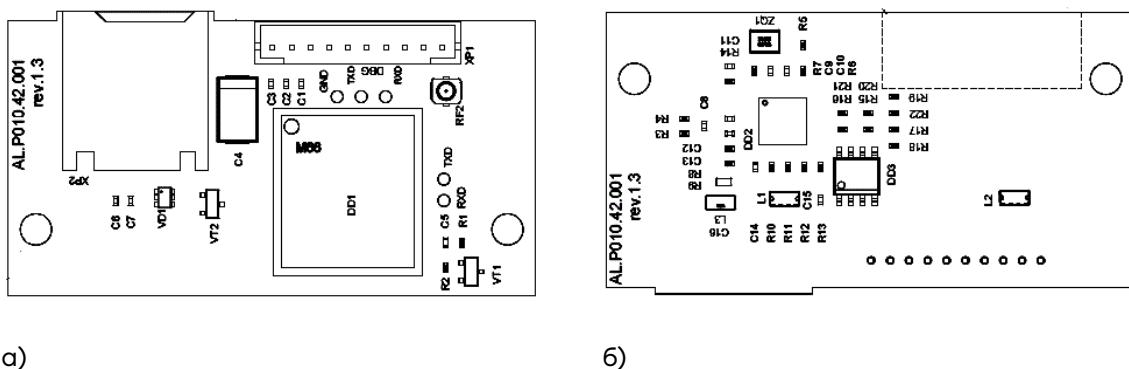
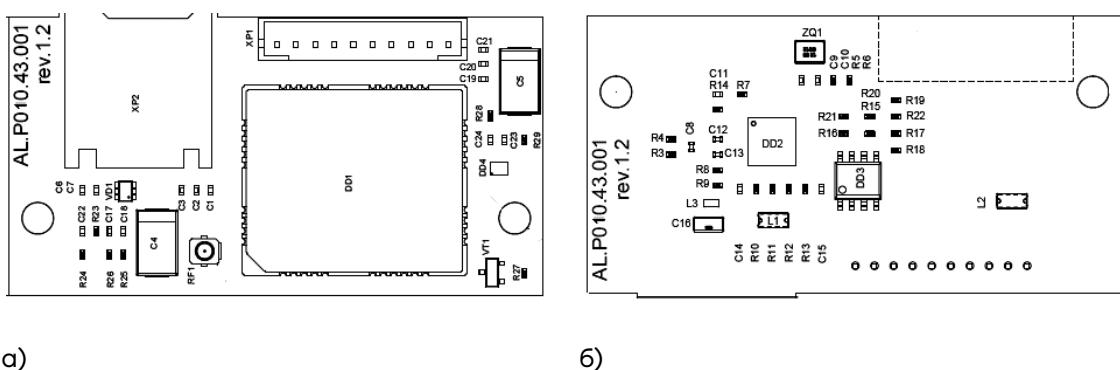
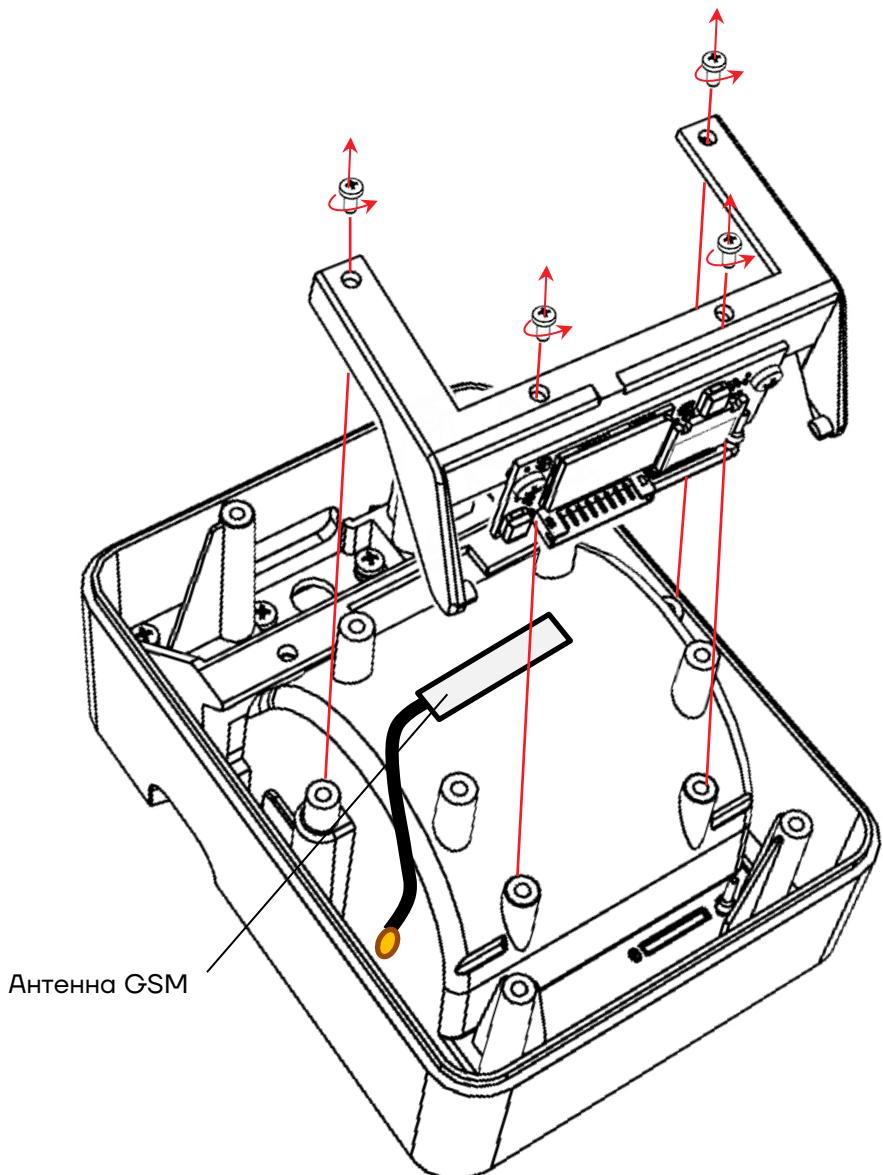

Рисунок 20. Модуль коммуникации AL.PO1O.42.000: а) вид сверху; б) вид снизу
Рисунок 21. Модуль коммуникации AL.P010.43.000: а) вид сверху; б) вид снизу
Рисунок 24. Извлечение кронштейна. Расположение антенны GSM
**4** Отключить кабель для подключения к блоку управления от разъёма **XP1** модуля коммуникации, затем отключить кабель антенны GSM от разъема для подключения антенны GSM, обозначение которого зависит от версии модуля: **RF1** модуля коммуникации AL.PO10.43.000 (см. рисунок 21) или **RF2** модуля коммуникации AL.PO10.42.000 (см. рисунок 20). Перевернуть сборку, открутить 4 винта крепления кронштейна к верхней части корпуса, отделить кронштейн с зафиксированным на нем модулем коммуникации (см. рисунок 24).
- 9** Установить кронштейн с зафиксированным на нем модулем коммуникации в верхнюю часть корпуса ККТ, вкрутить 4 винта (см. рисунок 24).
- 11** При необходимости обмена данными по 2G/3G подключить к разъему модуля коммуникации кабель антенны GSM, обозначение которого зависит от версии модуля: **RF1** модуля коммуникации AL.PO10.43.000 (см. рисунок 21) или **RF2** модуля коммуникации AL.PO10.42.000 (см. рисунок 20).